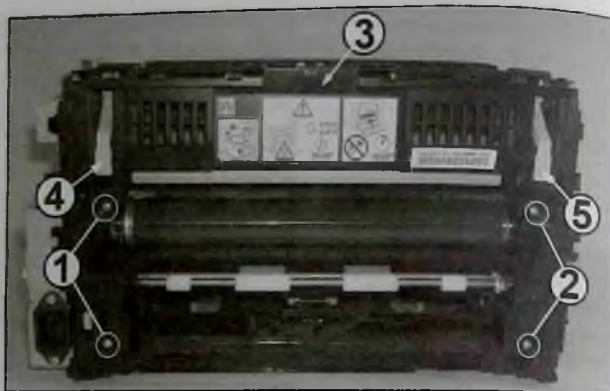

Рис. 5
9. Располагают принтер задней стороной к себе. Откручивают четыре самореза (1 и 2 на рис. 5) крепления задней рамки (3). Поднимают вверх рычаги освобождения бумаги (4 и 5 на рис. 5) узла термозакрепления. Перемещают к себе заднюю рамку и снимают ее с принтера.